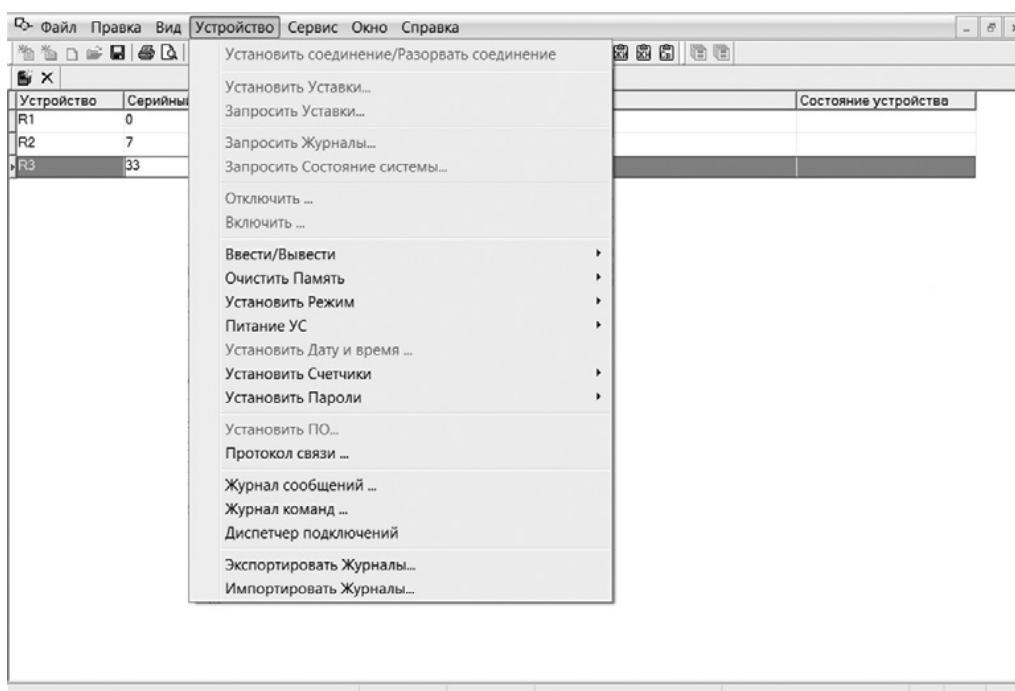

Рис. 4.7. Запрос «Состояния системы», «Протокола связи»
- 1 . Выполнить команду «Устройство/Запросить состояние системы» (см . рис. 4.7) .